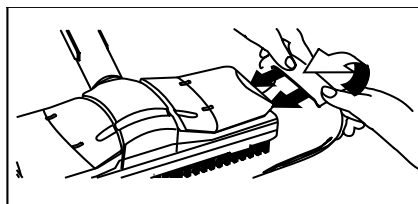

Рисунок 9
- Закрепите ткань для мытья пола (H3) на форсунке для чистки пола (H1). Для этого сложите ткань для мытья пола и поставьте на нее форсунку для чистки пола. Затем по очереди вставьте выступающие края ткани для мытья пола под зажимы (H2) (см. рисунок 9).